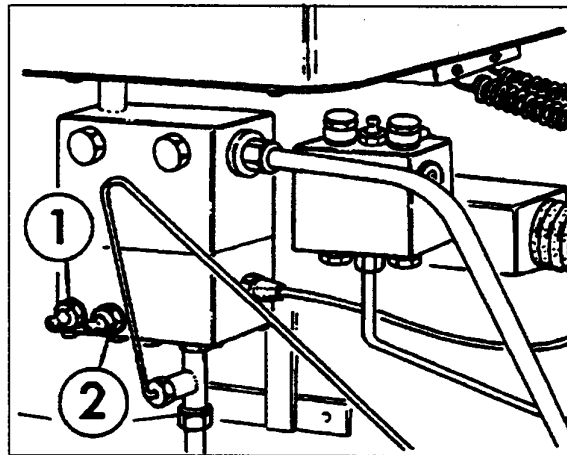

Fig. 5-64b
Los tractores pueden ser también equipados con bloqueo del diferencial de mando hidráulico. (Fig. 5-64b) En este caso la eliminación del aire del circuito se efectúa con los dos tornillos de purga (1) y (2) situados en el distribuidor de mando del bloqueo, siguiendo el procedimiento ilustrado precedentemente.